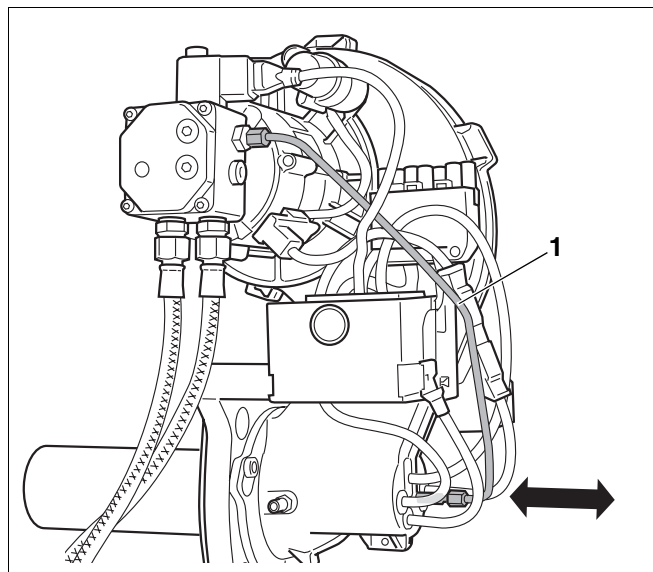

Рис. 34 Проверка правильной установки смесительной системы
- Вытянуть топливный трубопровод (рис. 34, поз. 1) указанным способом примерно на 5 мм.